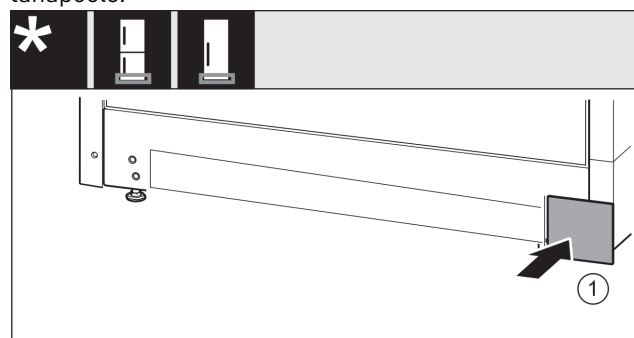

Fig. 19
- Pange kate Fig. 19 (1) teisel küljel taas peale.